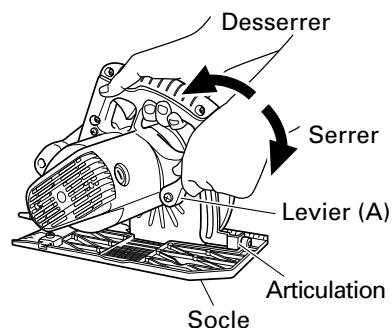
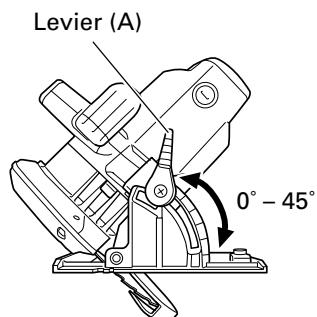

Fig. 10
Fig. 11
7. Vérifier si les leviers (A) sont bien serrés.
Si le levier (A) de réglage de la profondeur de coupe (Fig. 10) et le levier (A) de réglage de l'angle de biseau (Fig. 11) sont desserrés, cela risque d'entraîner des blessures. Bien s'assurer qu'ils sont serrés à fond.
#### 1. Réglage de la profondeur de coupe (Fig. 10)
Comme indiqué sur la Fig. 11, en desserrant le levier (A) de l'échelle d'angle de biseau, il est possible d'incliner la lame de scie à un angle de  $45^\circ$  par rapport au socle.